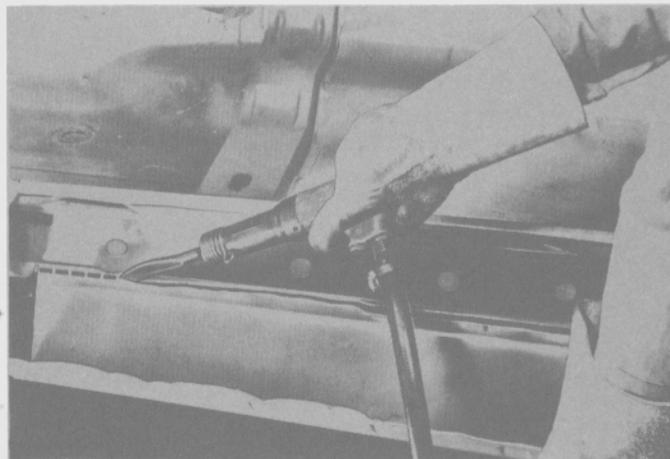

Fig. 189
- Separar el zócalo con un escoplo (Fig. 189).